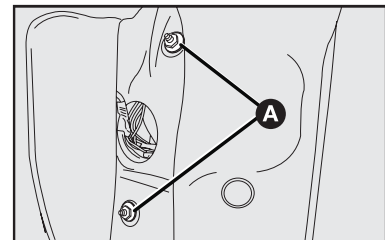

fig. 33
- 1) Por el interior del compartimiento de equipajes, tire de la apertura en el tapizado y suelte las tuercas **A-fig. 33**.